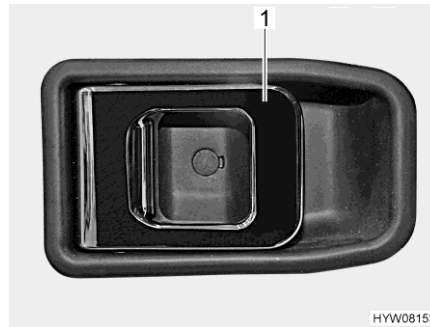

Fig. 31 Serrure de la porte (porte chauffeur, à l'intérieur)
- Tirer sur la poignée (Fig. 31,1). La serrure de la porte se déverrouille et s'ouvre.
- Appuyer sur la poignée (Fig. 31,1). La serrure de la porte est verrouillée.